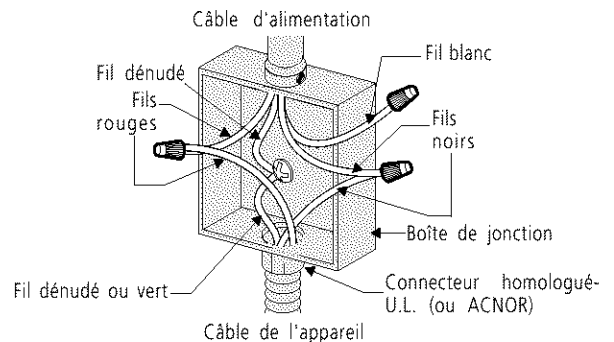

Figure 6 – BOÎTE DE JONCTION À 4 FILS
- 2. Pour une connexion à un câble d'alimentation à quatre fils:** Raccordez le fil blanc du câble de l'appareil (si le câble fourni avec l'appareil comprend 4 fils) au fil blanc du câble d'alimentation. Protégez l'extrémité exposée du fil blanc du câble d'alimentation avec un marette si un câble à 3 fils est fourni avec l'appareil. Raccordez les fils du câble d'alimentation avec les fils de couleur identique du câble de l'appareil (voir figure 6 ou 7). Le fil vert (ou dénudé) de l'appareil doit être utilisé pour la mise à la terre en accord avec les normes électriques locales applicables. Le fil vert (ou de cuivre dénudé) du câble d'alimentation est mis à la terre à l'intérieur de la boîte d'entrée électrique de la maison.